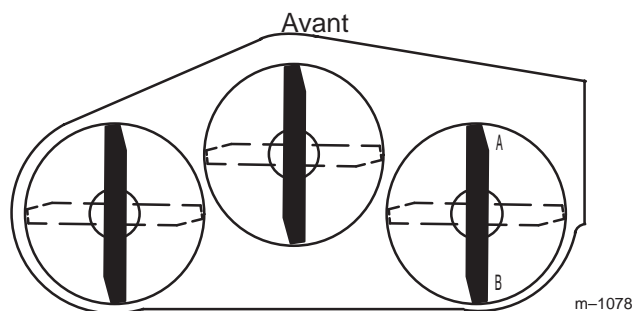
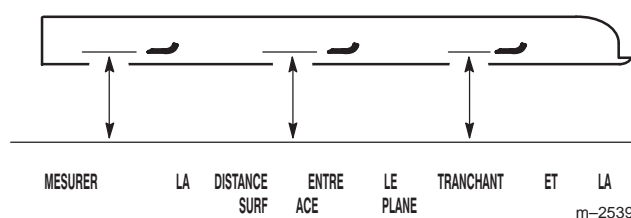

Figure 67
Figure 68
1. Tournez la lame **droite** à 180° (Fig. 67).
2. Mesurez la distance au point **A** (Fig. 67) entre la surface plane et le tranchant de la pointe de la lame droite (Fig. 68).
4. Mesurez la distance au point **B** (Fig. 67) entre la surface plane et le tranchant de la pointe de la lame droite (Fig. 68).
6. La lame doit être plus basse de **6 à 10 mm (1/4 à 3/8 pouce)** au point **A** qu'au point **B** (Fig. 67). Si ce n'est pas le cas, passez aux étapes suivantes.